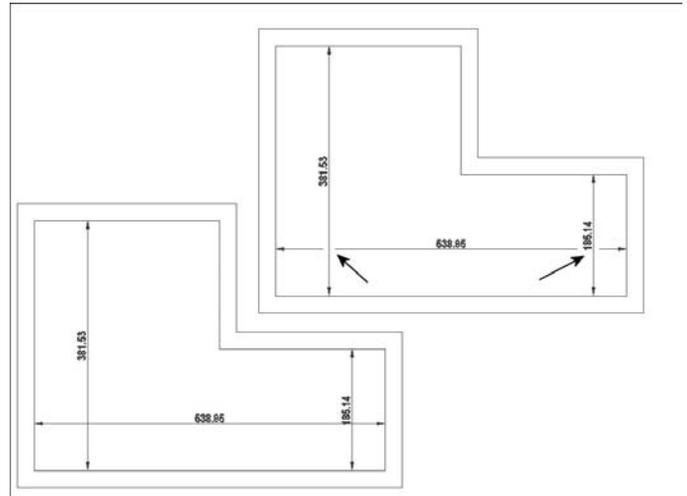

Fig.9.26
- 3 Entrer a (Auto) et appuyez sur Entrée. La ligne de cote sélectionnée est interrompue aux endroits où elle rencontre d'autres cotes (fig.9.26).